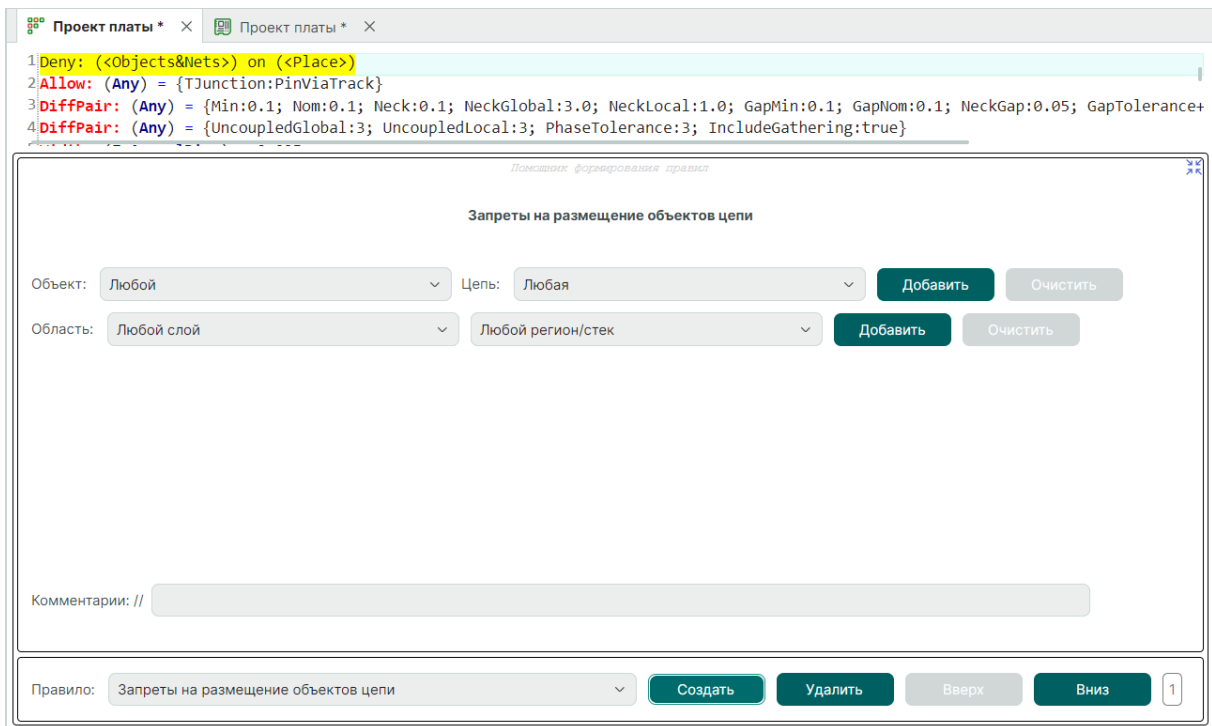

Рис. 172 Новое правило, созданное помощником
3. В редакторе правил появится новая строка, выделенная желтым цветом, см. Рис. 172.